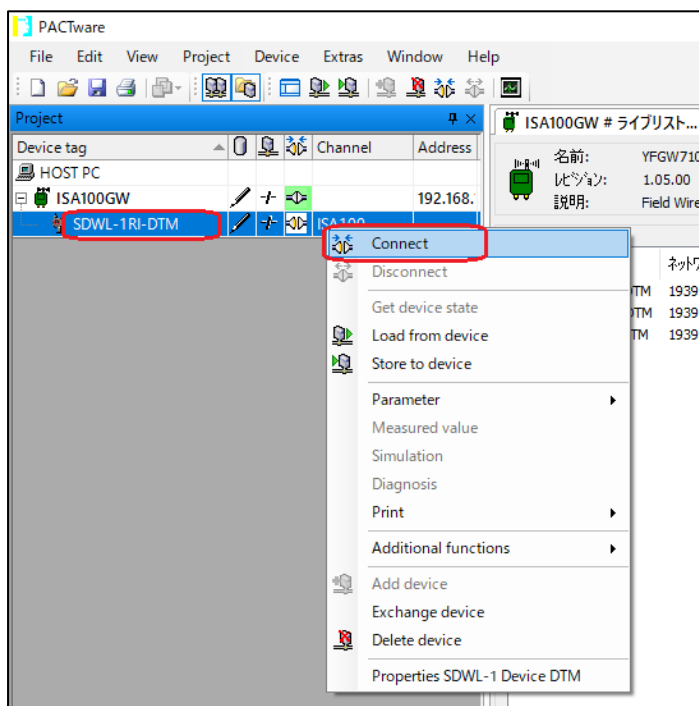

図 5-33 SDWL-1 に接続
- ⑫ メイン画面左のツリーメニューに機器タグ変更した SDWL-1 が追加されますので、右クリックにて「Connect」を選択し、SDWL-1 に接続します。(図 5-33)